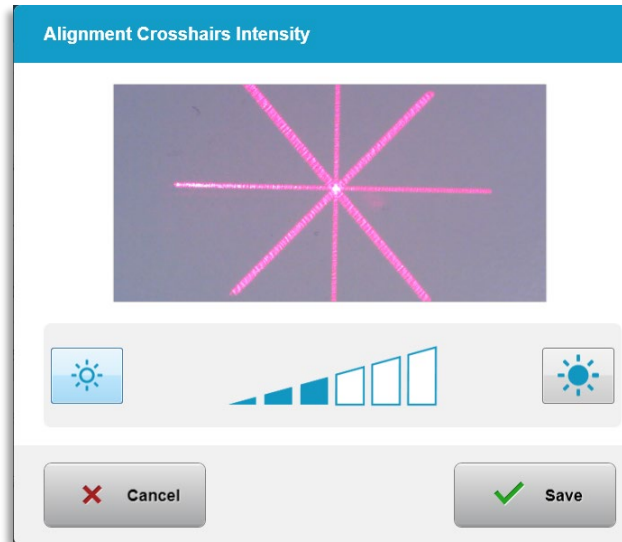

Bild 3-55. Intensitet vid inpassning av sikten
- Välj "Intensitet vid inpassning av sikten" (Alignment Crosshairs Intensity) från menyn Systeminställningar (System Settings) för att ändra ljusstyrkan för inpassningssikten. Skärmen som visas på bild 3-55 kommer att visas.